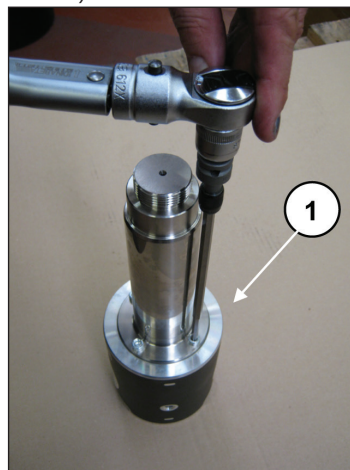

图 47
要将杆与柱塞导承分开，必须拧松圆柱头螺栓M6，可使用专用扳手(①·图 47)。